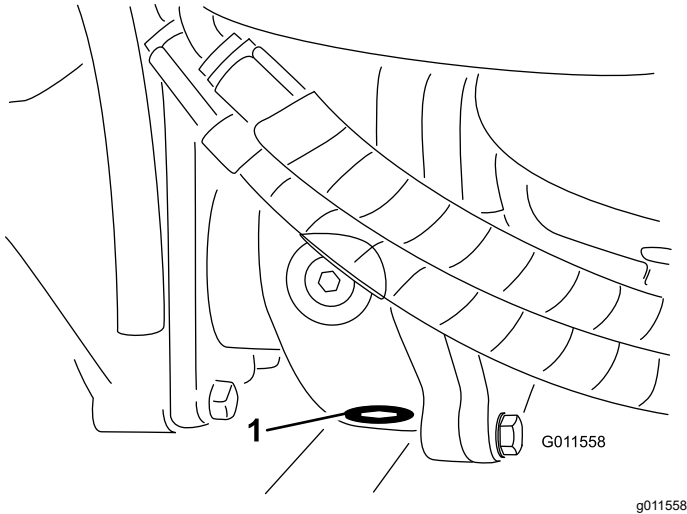

Bild 75
- Reinigen Sie den Bereich um die Ablassschraube an der Unterseite des Getriebes (Bild 75).